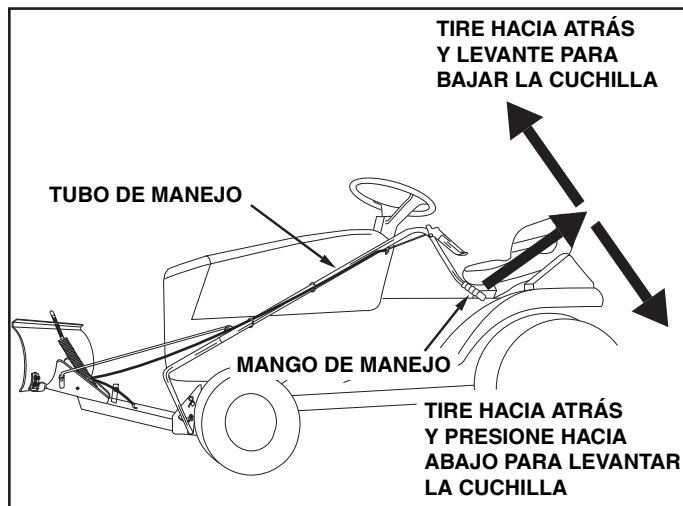

FIGURA 21
- Use el mango de manejo ubicado en el extremo del tubo de manejo. Para levantar la cuchilla, tire hacia atrás al tiempo que presiona el mango de manejo hacia abajo. Para bajar la cuchilla, tire hacia atrás al tiempo que mueve hacia arriba el mango de manejo. Vea la Figura 21.